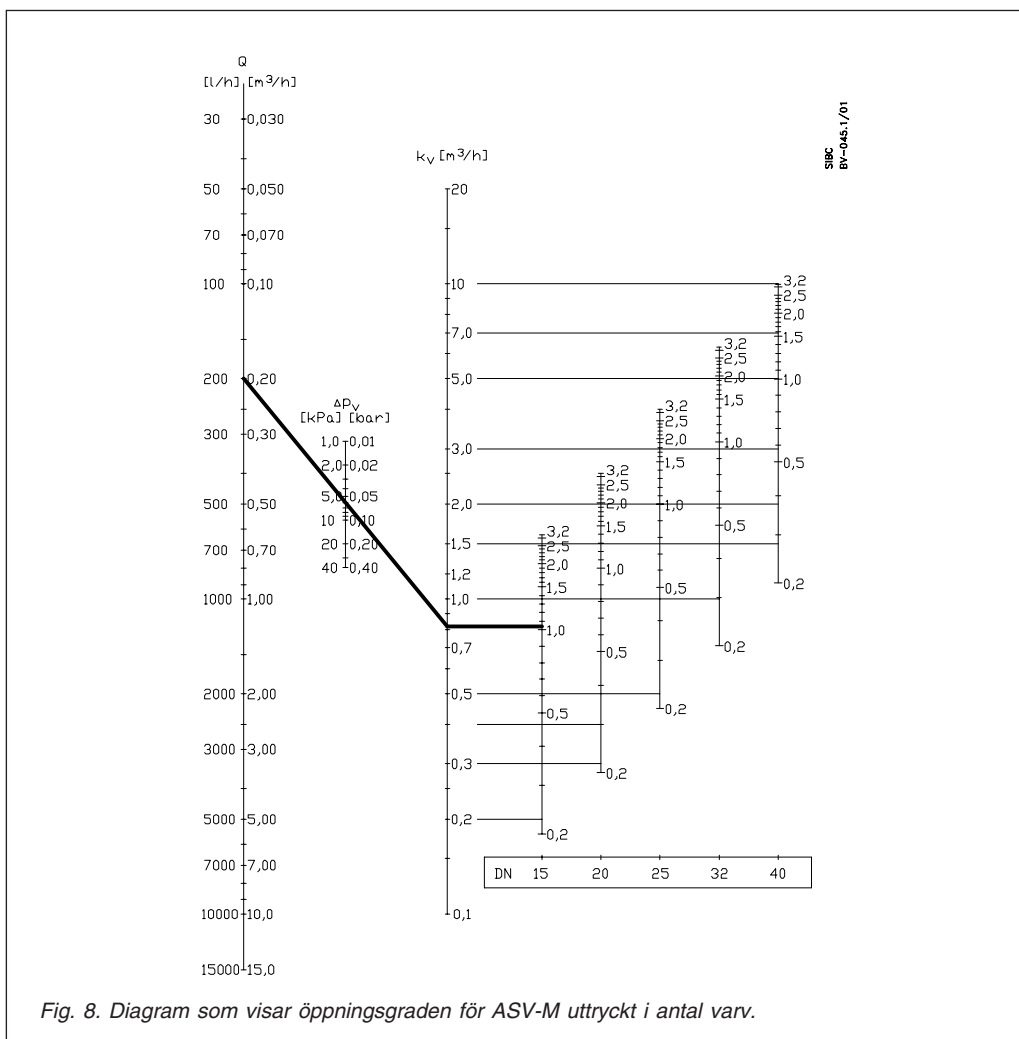

Fig. 8. Diagram som visar öppningsgraden för ASV-M uttryckt i antal varv.
När mätutrustningens snabbkopplingar är anslutna öppnas mätnipplarna genom att vrida dem ett halvt varv moturs med en 8 mm fast nyckel. Det aktuella differenstrycket över en fullt öppen ventil kan omsättas till aktuellt flöde med hjälp av tryckfällskurvan för ASV-M, fig. 8.
- Ventilen öppnas delvis (t ex 1 varv) genom att vrida ratten moturs. Det uppmätta tryckfallet räknas om med hjälp av ovanstående diagram, fig. 8.